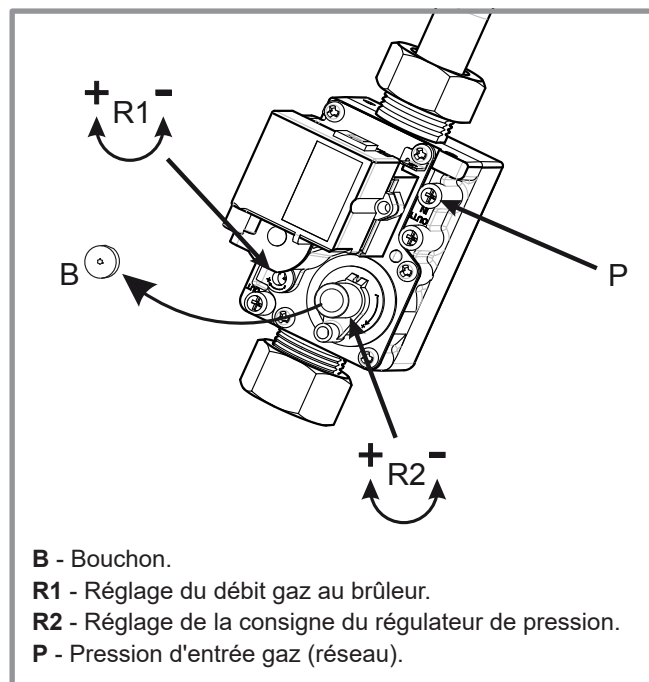

figure 37 - Vanne gaz
- Si nécessaire, ajuster le taux de CO₂ en réglant le débit gaz au brûleur (vis repère R1, *figure 37*).
- Si nécessaire, ajuster doucement la consigne du régulateur de pression (vis repère R2, *figure 37*).